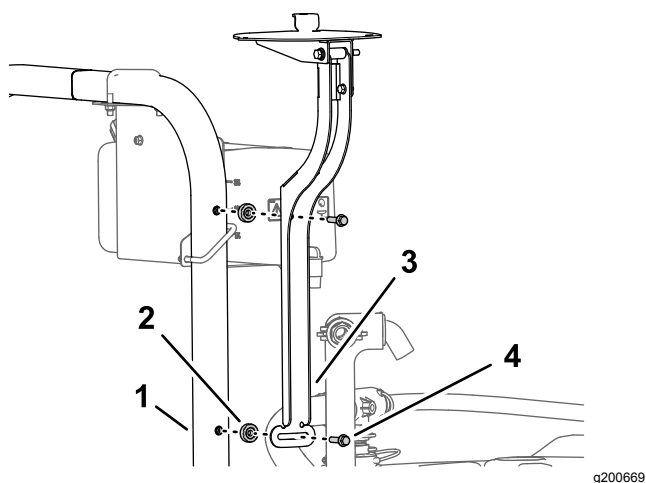

Figura 153
1. Monte el soporte del receptor y el espaciador (3/8" x 7/16") en la barra antivuelco con el perno con arandela prensada (3/8" x 1 1/2"), según se muestra en Figura 153.